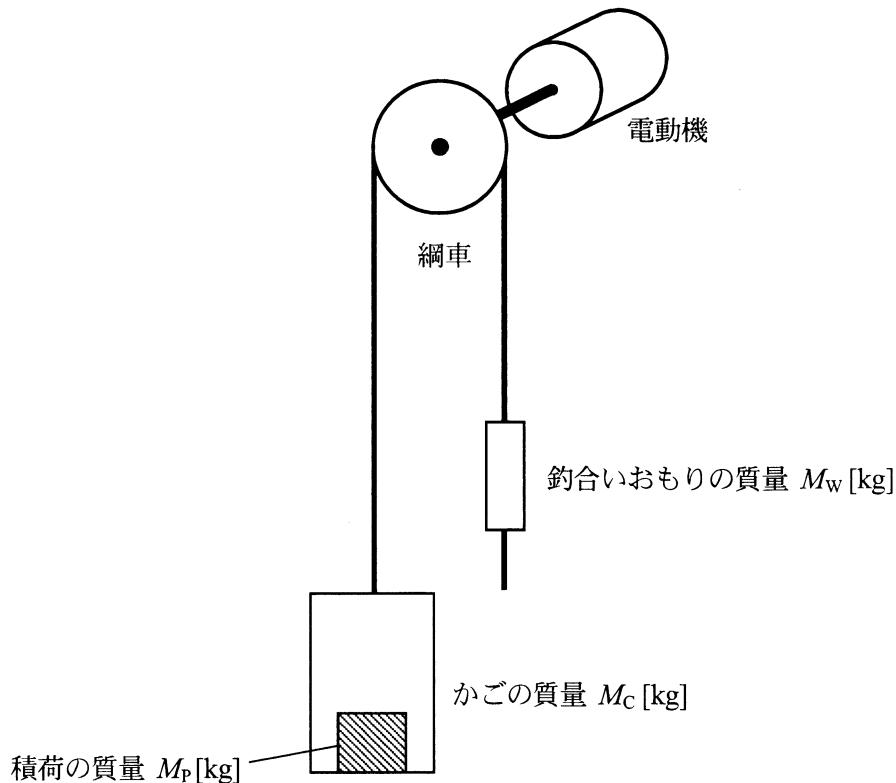

図 1 ロープトラクション式エレベータ
- (1) 図 1 に示すロープトラクション式のエレベータを考える。かごの質量は  $M_C$  [kg]、釣合いおもりの質量は  $M_W$  [kg]、積荷の質量は  $M_P$  [kg] である。ここで、電動機の慣性モーメント、ロープの質量、空気抵抗及び摩擦は無視する。また、鉛直下向きの重力加速度の大きさを  $g$  [m/s2] とする。